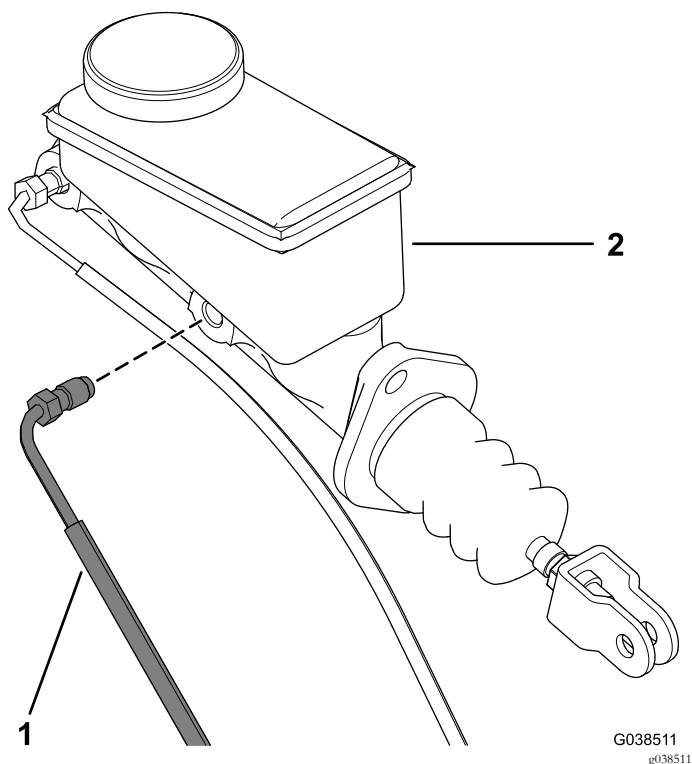

**Bild 4**
- Entfernen Sie die Bundkopfschrauben ( $3/8" \times 1"$ ), mit denen die Halterung für die Bremsbacke an der Spindel befestigt ist, und nehmen die Bremsbacke von der Spindel ab (Bild 4).
9. Befestigen Sie die neue Bremsbacke mit zwei Bundkopfschrauben (3/8" x 1") an der Spindel, wie in Bild 4 abgebildet.